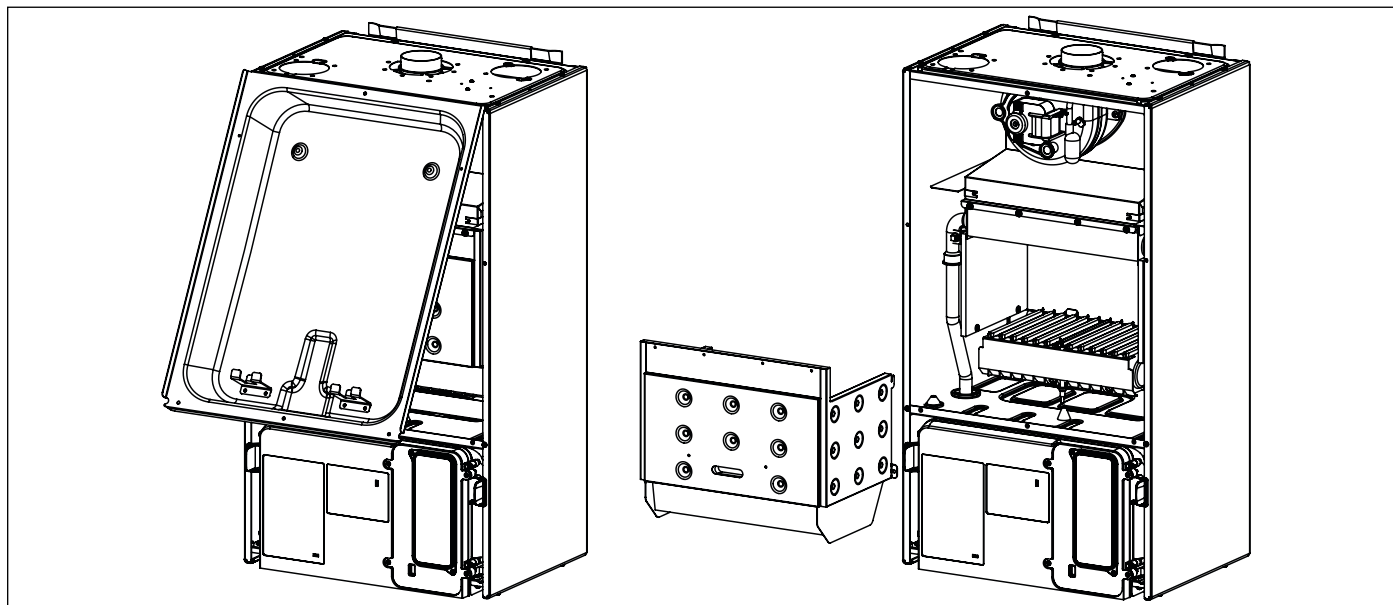

Fig. 46 Desmontaje cámara de combustión
- Quitar la parte delantera de la cámara de combustión (véase Fig. 46 Desmontaje cámara de combustión).